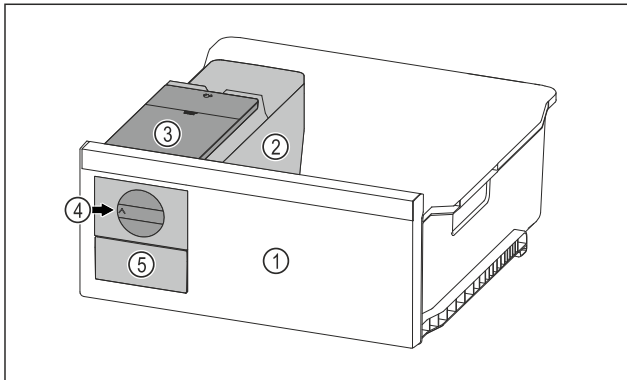

Fig. 155 Représentation à titre d'exemple
- ▶ Tourner le bouton rotatif Fig. 155 (4) dans le sens horaire jusqu'à la butée.
- ▷ Les glaçons tombent du bac à glaçons dans le tiroir à glaçons Fig. 155 (5).